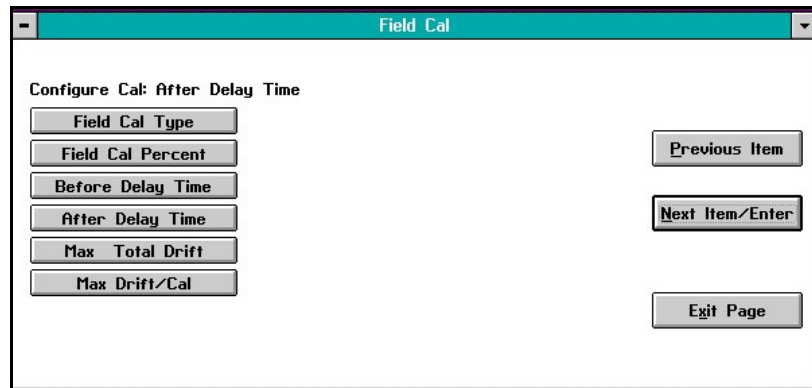

Figura 17: Janela Configure Cal
4. Na janela *Configure Cal* (mostrado em *Figura 17 na página 32*), clique no botão *Tipo de Cal do Campo*.
A opção *Configure Cal* capacita a alterar o tipo de calibragem de campo e vários parâmetros de calibragem. Clicar no botão *Configure Cal* abre uma janela similar a *Figura 17* abaixo.